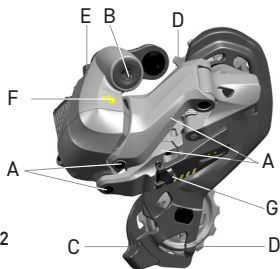

Fig.2
• El cambio es el componente del grupo de transmisión de la bicicleta que permite el desplazamiento de la cadena sobre los piñones para obtener diferentes relaciones de transmisión entre el conjunto de platos y bielas y la rueda (las partes que componen el cambio se indican en la Fig 2).